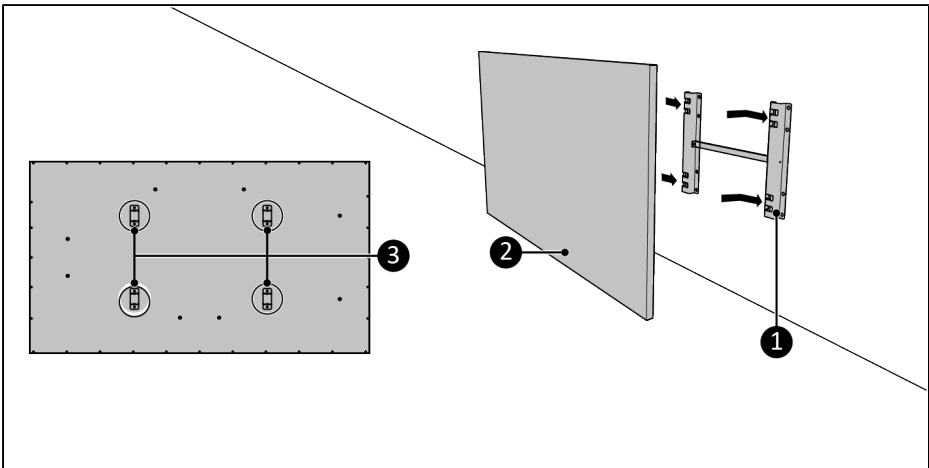

Abbildung 55.
5. Platzieren Sie die Gerätehalterungen (Abbildung 55, Pos. 3) über der Wandhalterung (Abbildung 55, Pos. 1).
6. Schieben Sie das Gerät (Abbildung 55, Pos. 2) in die Öffnungen der Wandhalterung (Abbildung 55, Pos. 1).